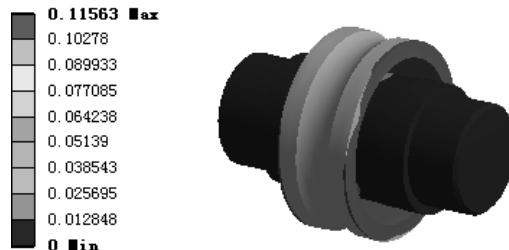

图 7.6.37 位移变形结果图解
(3) 查看位移结果图解。在“Outline”窗口中选中 Total Deformation, 查看图 7.6.37 所示的位移变形结果, 其最大位移为 0.11563mm。